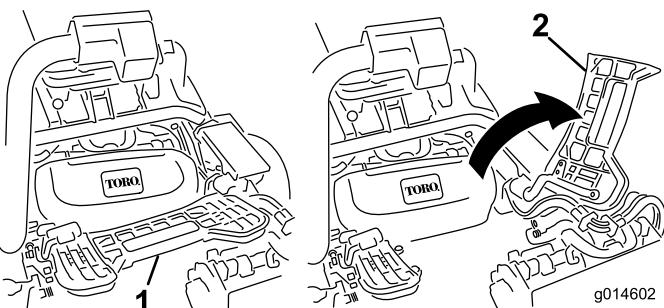

Figura 12
- Per installare l'apparato di taglio centrale, sollevate il poggiapiedi e ruotatelo, per consentire l'accesso alla posizione dell'apparato di taglio centrale.(Figura 12)